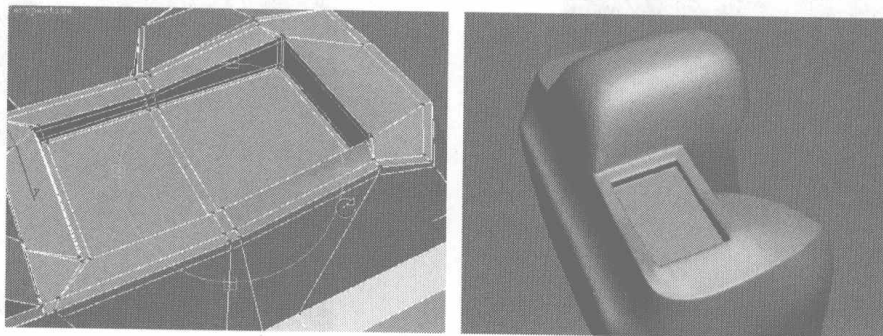

图 6.97
- 04 同样在另一侧添加细分线，并适当进行节点调整，如图 6.97 所示。